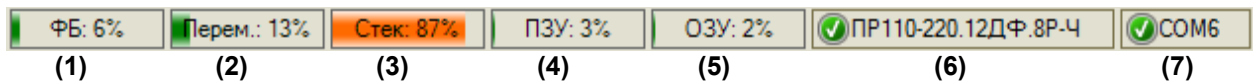

Рисунок 3.2 – Статусная строка окна программы OWEN Logic при подключенном приборе
- нижнюю статусную строку, показывающую состояние программы OWEN Logic и наличие подключения к ней ПР (рисунок 3.2).